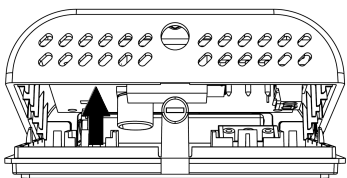

Abb. 5
- 3 Heben Sie nun den Deckel nach oben, um diesen vollständig zu entfernen (Abb. 5).